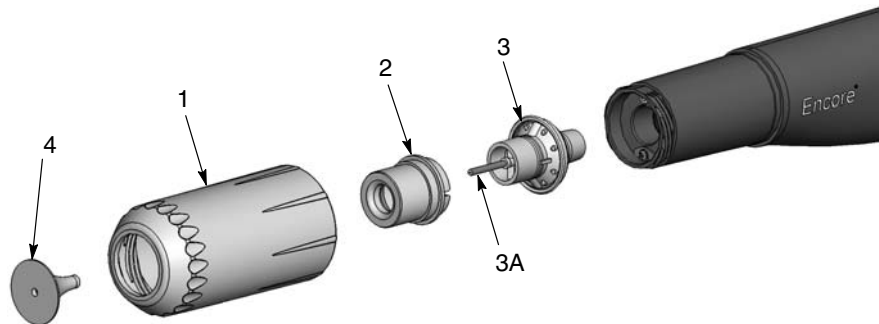

Figura 9 Sostituzione dei deflettori e degli ugelli conici opzionali
1. Vedi figura 9. Per cambiare il deflettore (4) tirarlo via con delicatezza dal gruppo elettrodo (3). Se si cambia solo il deflettore, montare quello nuovo sul gruppo elettrodo facendo attenzione a non piegare il filo dell'elettrodo.
2. Per cambiare tutto l'ugello, svitare il dado dell'ugello (1) in senso antiorario.
3. Rimuovere l'ugello conico (2) dal gruppo elettrodo.